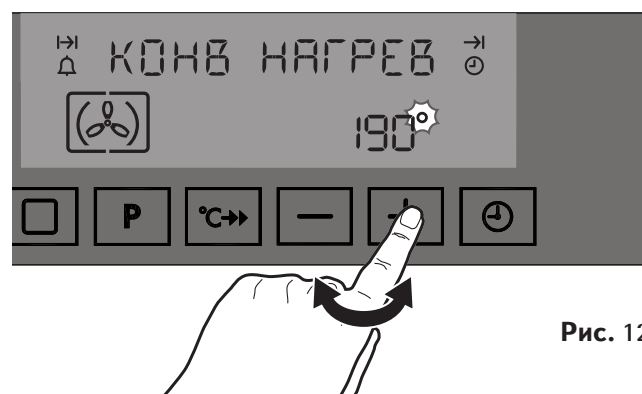

Рис. 12
3. Мигающий символ “●” означает, что предварительно заданную температуру можно регулировать с помощью клавиш  или  (Рис. 12). Уровень температуры регулируется с шагом 5 градусов. Просьба иметь в виду, что символ “●” будет мигать в течение 5 секунд.